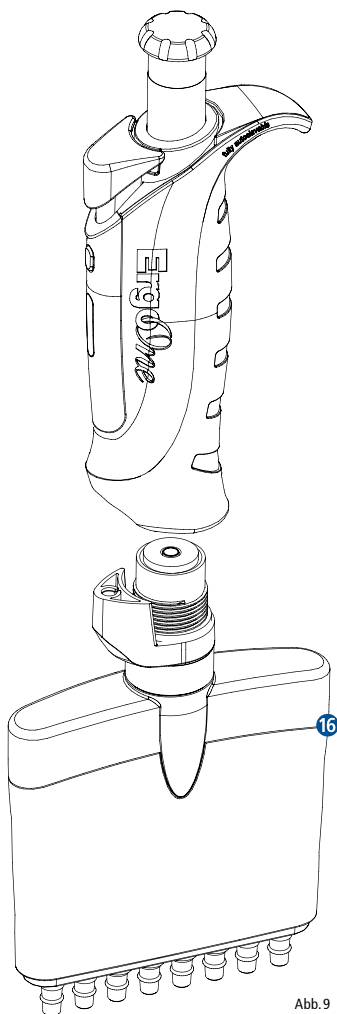

Abb. 9
- Schrauben Sie das vollständige Unterteil 16 durch Drehen im Uhrzeigersinn ab (Abb. 9).